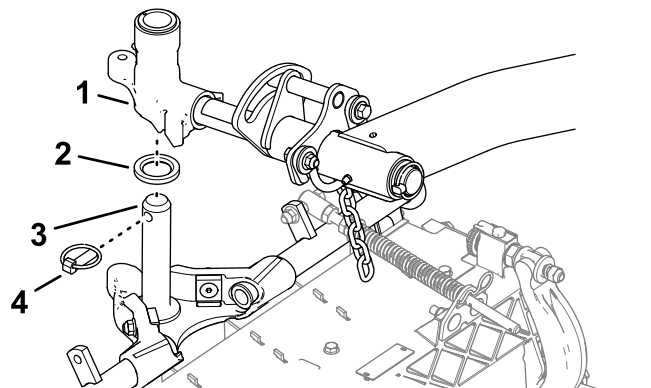

Figura 27
1. Glisați o unitate de tăiere sub braul de ridicare (Figura 27).